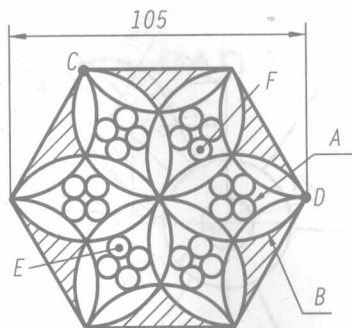

图 1-10 几何平面图形 3
15. 如图 1-10 所示, 根据图样要求绘制平面图形并求阴影面积(6 个区域之和)。